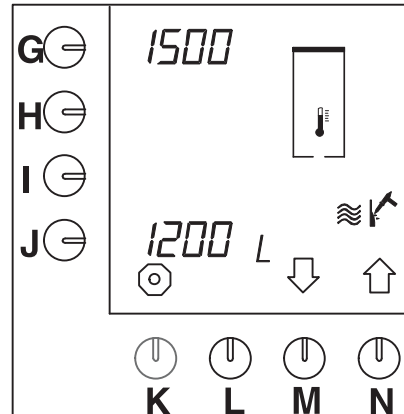

Fig. 27 Avkalkningsräknare het vattensystem
- Avkalkningsräknaren visas på displayen (fig. 27).
- På displayen bredvid (fig. 27) programmeringstangenten (G.) visas efter hur många liter vatten systemet måste avkalkas.